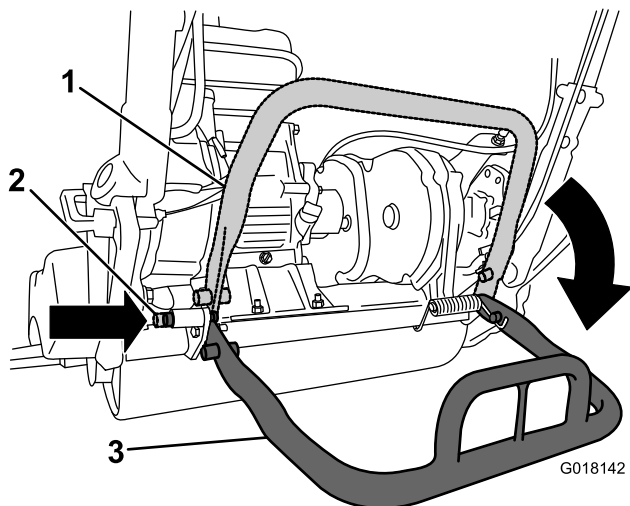

Рисунок 3
2. Опустите откидную ножку и вставьте стопорный палец, чтобы зафиксировать откидную ножку в положении для обслуживания (Рисунок 3). Дайте машине опуститься на стопорный палец.